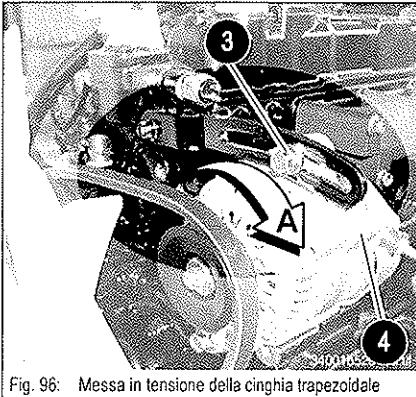

Fig. 96: Messa in tensione della cinghia trapezoidale
- ☞ Spingere il generatore trifase, con uno strumento adatto, in direzione della freccia A, fino al raggiungimento della giusta tensione della cinghia trapezoidale (Fig. 96)